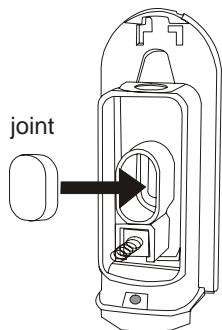

Fig.4
- Insérer le joint ovale en plastique (fourni en série) comme illustré dans la figure 4.